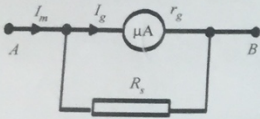
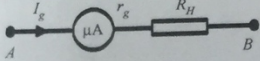

图 1 改装后的电流表
图 2 改装后的电压表
1. 毫安表和伏特表改装原理见图 1 和图 2。其中电阻 R_s 的大小由电表内阻 R_g 、表头电流量程 I_g 和扩程后的电流 I_m 决定， R_H 则由电表内阻 R_g 、表头电流量程 I_g 和改装后的电压量程 V_m 决定。